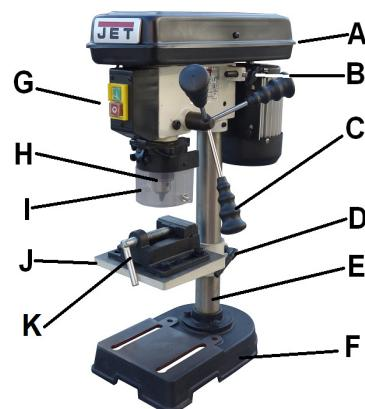

Рис. 1
Прикрутите колонну (Е, Рис. 1) к основанию станка (F).
Установите патрон (H, Рис. 1) в конус шпинделя.